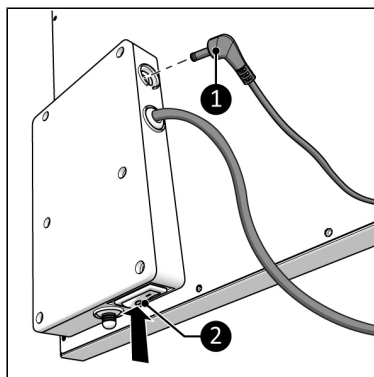

Figure 11.
1. Zorg dat de AAN/UIT-knop in de UIT-stand staat (Figure 11, pos. 2).
2. Sluit de connector van de externe temperatuursensor (Figure 11, pos. 1) aan op de plug van de sensor.